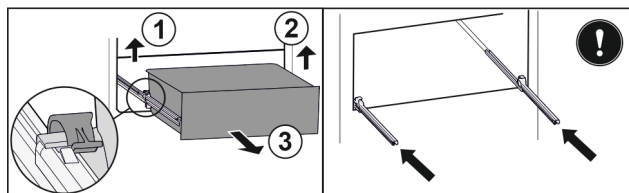

Fig. 154
- Zvedněte levou svorku a současně vytáhněte zásuvku vlevo dopředu. Fig. 154 (1)
- Zvedněte pravou svorku a současně vytáhněte zásuvku vpravo dopředu. Fig. 154 (2)
- Vyjměte zásuvku dopředu. Fig. 154 (3)